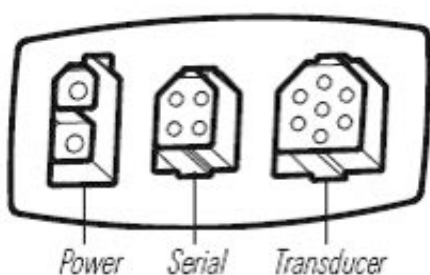

Figure 8
1. Проверив соответствие вилок кабелей розеткам, вставьте сетевой кабель и кабель датчика в соответствующие разъемы на контрольной панели. (Рисунок 8)